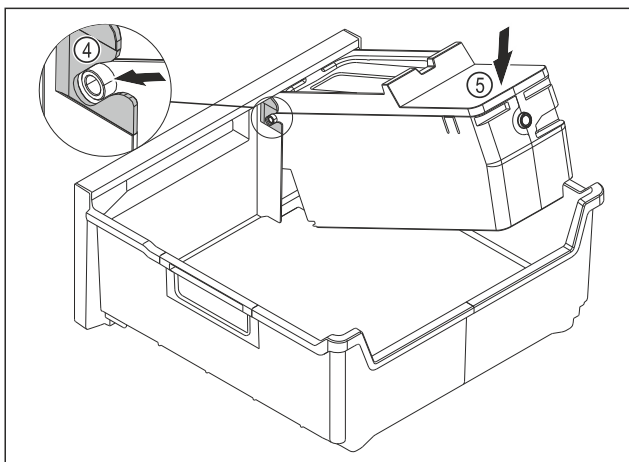

Fig. 95
- Montering af EasyTwist-Ice-legemet: Skub EasyTwist-Ice-legemets akser ind i føringerne Fig. 95 (4).
- Tryk EasyTwist-Ice-legemet Fig. 95 (5) ned bagtil.